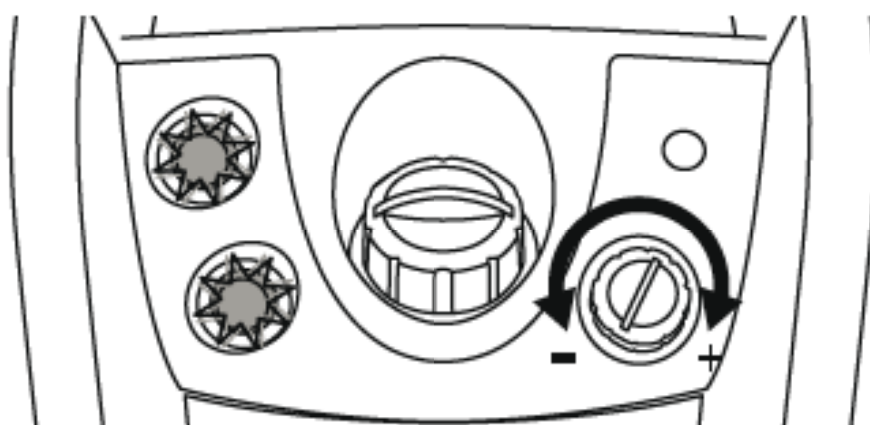

Fig. 2
- Poner la plancha y la caldera en marcha, pulsando los correspondientes interruptores. Se iluminarán los respectivos pilotos (Fig. 2).
- Esperar a que el piloto luminoso (C) indicador de vapor a punto se conecte.
- El aparato estará listo para poder empezar a planchar. A partir de este momento, el piloto indicador de vapor a punto (C) se apagará y iluminara automáticamente, según el consumo de vapor. También oirá un suave ruido a intervalos, causado por la bomba que recarga agua en la caldera. Siga planchando de forma normal.
Control del flujo de vapor (Fig. 2):